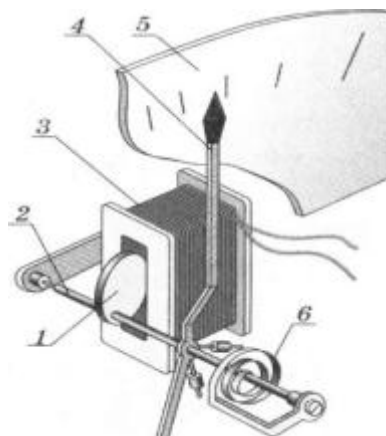

Рис.14. Схема вимірювального механізму приладу електромагнітної системи.
На рис.14 зображено схему вимірювального механізму приладу електромагнітної системи. Сталеве рухоме осердя жорстко закріплене на осі (2). Після вмикання приладу в коло по обмотці котушки (3) йде електричний струм, унаслідок чого навколо котушки виникає магнітне поле, у якому осердя намагнічується і починає втягуватися в котушку, повертаючи вісь. Разом з віссю повертається стрілка (4), вільний кінець якої переміщується по шкалі (5) приладу. Як і в приладах магнітоелектричної системи (див. п. 1), повертання осі протидіє спіральна пружина (6), що закручується доти, доки момент сили пружності не зрівноважить момент сили, що діє з боку магнітного поля на рухоме осердя. Після цього повертання осі, а отже, й рух стрілки припиняються. Чим більший струм проходить по котушці, тим сильніше втягується осердя й тим більше відхиляється стрілка.